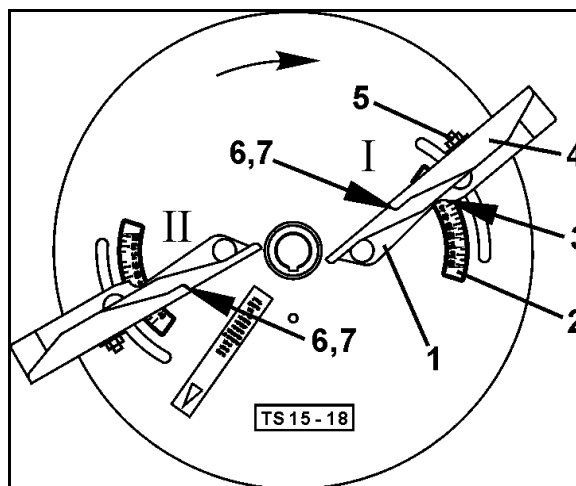

Рис. 80
1. Установите указатель (Рис. 80/7) лопасти "I" на буквенное значение "В" и зафиксируйте наружную часть лопасти. Поверните лопасть "I" на числовое значение "51" и зафиксируйте.
2. Установите указатель (Рис. 80/7) лопасти "II" на буквенное значение "Е" и зафиксируйте наружную часть лопасти. Поверните лопасть "II" на числовое значение "42" и зафиксируйте.